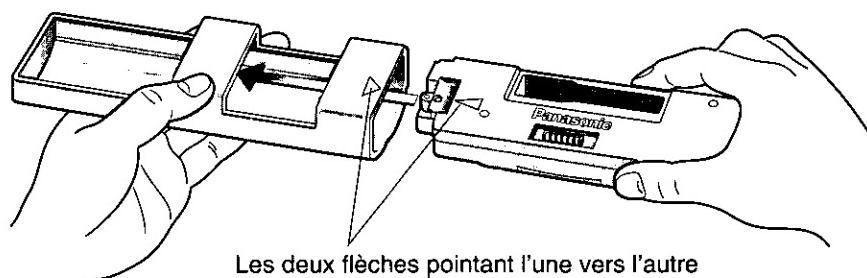

Fig.3
- ① Couper le contact.
- ② Appuyer sur la touche de dégagement (). Le panneau avant amovible peut être alors dégagé.
- ③ Retirer le panneau avant en tirant sur le côté droit. Ranger le panneau dans l'étui fourni.
- ④ Tel qu'illustré à la figure 3, insérer le panneau avant dans l'étui, avec la flèche pointant vers l'étui, jusqu'à ce qu'un déclic se fasse entendre. Ranger le panneau dans l'étui. Le panneau peut alors être transporté en toute sécurité. (Modèle CQ-R545/R525EUC seulement)
⑩ Étui du panneau